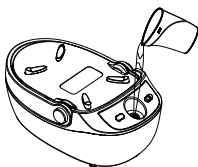

Fig.6
- Llene la caldera de agua a un máximo de 850ml. (Fig. 6)